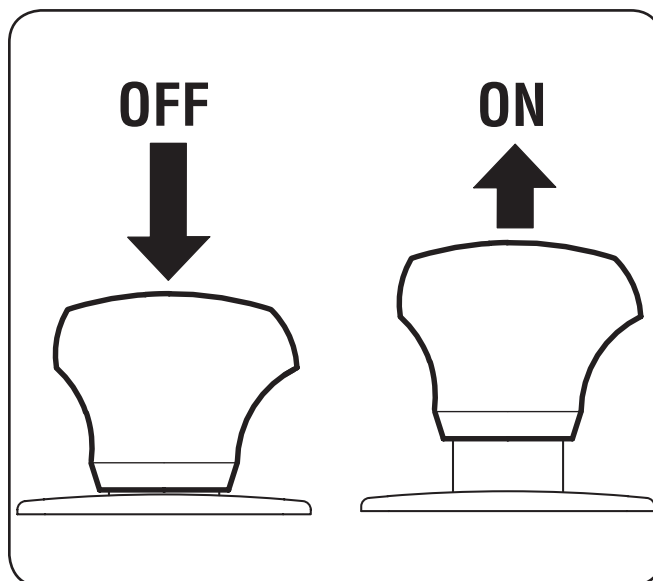

Figura 5-3
2. Tire de la perilla de la PTO/enganche de cuchilla hacia afuera hasta la posición ON (conectada). Consulte la Figura 5-3.